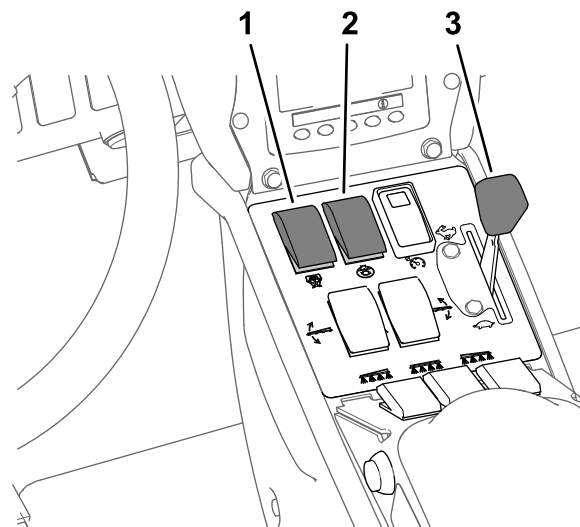

Figura 40
8. Ponga el interruptor de agitación y el interruptor de la bomba de fumigación en la posición de ACTIVADO (Figura 40).
9. Mueva el acelerador a la posición de RÁPIDO (Figura 40).
**Nota:** Este procedimiento supone que la bomba de fumigación está activada; consulte Figura 40, en Fumigación en el Modo de caudal de aplicación (página 37).
4. Ajuste el acelerador a la velocidad de motor deseada para la fumigación; consulte Figura 40, en Fumigación en el Modo de caudal de aplicación \(página 37\).